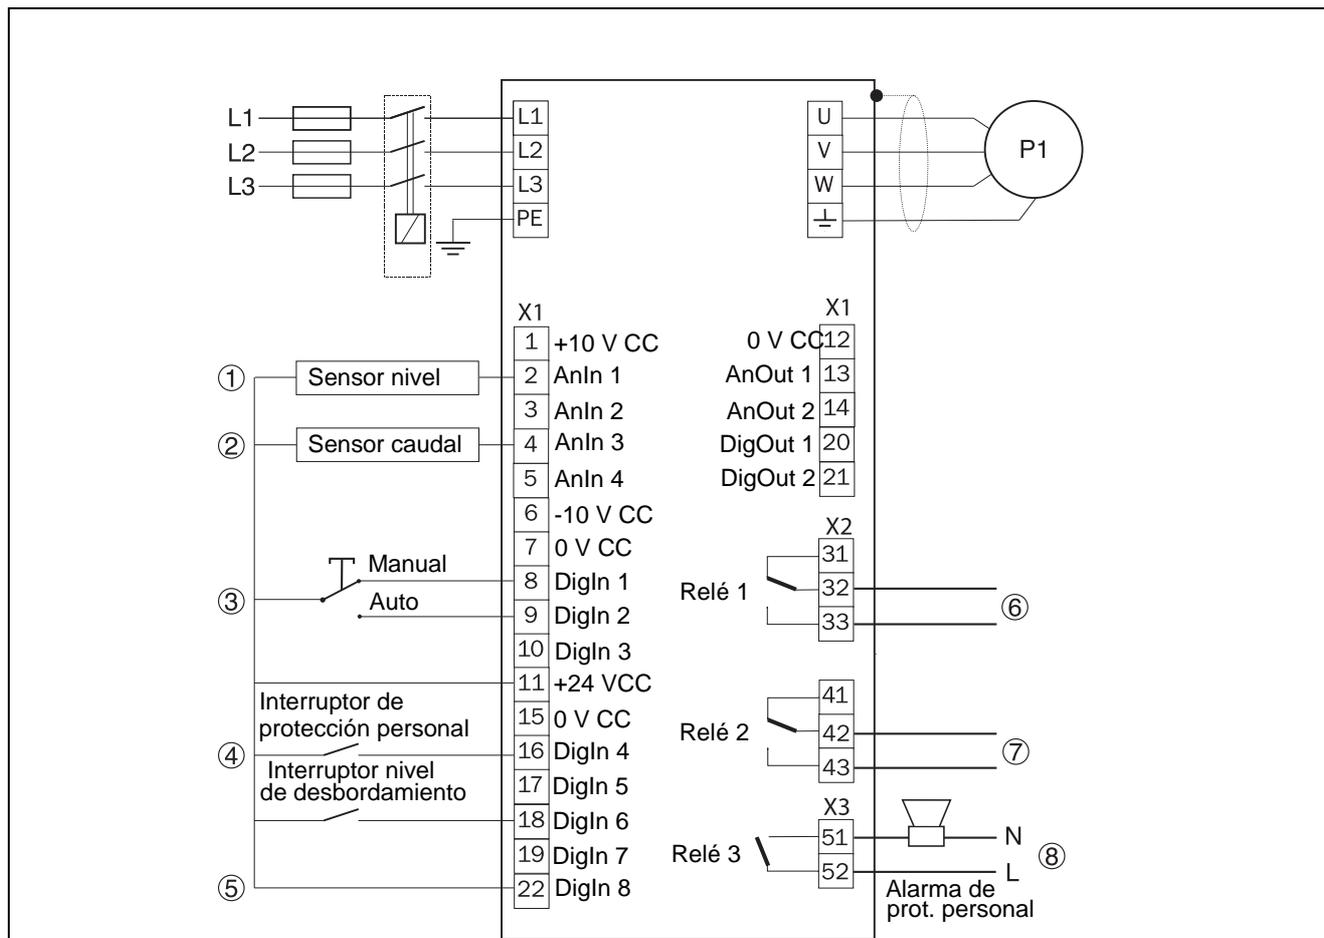

Fig. 39 Ejemplo de cableado completo de una configuración FlowDrive individual.
1. Conecte un sensor de nivel entre los terminales 1 (+10 V CC) y 2 (AnIn1) del modo descrito en la Fig. 39. El ajuste predeterminado para AnIn1 es de 4-20 mA. Si el sensor de nivel tiene una interfaz de 0-10 V, cambie la posición del interruptor (S1) de la tarjeta de control (capítulo 4.3 página 35).
2. Conecte un interruptor externo de marcha automática entre los terminales 11 (+24 V CC) y 8 (DigIn1, Flow Auto) del modo descrito en la Fig. 39. Coloque el interruptor en la posición abierta (entrada digital en estado bajo). (No active la señal aún.)
3. Conecte un interruptor externo de velocidad máxima entre los terminales 11 (+24 V CC) y 9 (DigIn2, Flow Run) del modo descrito en la Fig. 39. Coloque el interruptor en la posición abierta (entrada digital en estado bajo). (No active la señal aún.)
4. Conecte un cable de comunicación entre el terminal maestro 10 (DigIn3) y el terminal seguidor 21 (DigOut2) del modo descrito en la Fig. 39. (Solo si hay maestro/seguidor.)
5. Conecte un cable de comunicación entre el terminal maestro 21 (DigOut2) y el terminal seguidor 10 (DigIn3) del modo descrito en la Fig. 39. (Solo si hay maestro/seguidor.)
6. Conecte un interruptor de nivel de desbordamiento (opcional) entre los terminales 11 (+24 V CC) y 18 (DigIn6, Lvl Overflow) del modo descrito en la Fig. 39. Conecte la señal al variador del seguidor con una configuración de tipo maestro-seguidor para permitir la redundancia.